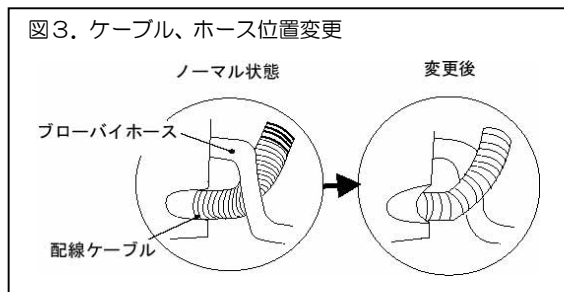

図3. ケーブル、ホース位置変更
1. アダプターとの干渉を防ぐ為に、ブローパイホースと配線ケーブルの位置関係を変更して下さい。(図3参照)